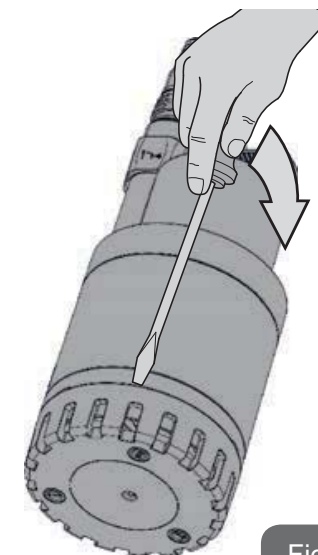

Fig. 10
- Åtta insugningsgallret genom att föra in en skruvmejsel mellan pumpens mantel och insugningsgallret och vrida på den (fig. 10).
- Lossa insugningsgallret genom att föra in en skruvmejsel mellan pumpens mantel och insugningsgallret och vrida på den (fig. 10).